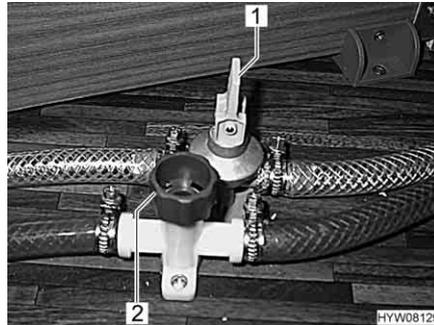

Fig. 127 Llaves de desagüe
- Cerrar todas las llaves de desagüe de la caldera. Para esto, poner el balancín (Fig. 127,1) en posición horizontal o bien girar la tapa (Fig. 127,2) en sentido de las agujas del reloj.
- Abrir todas las llaves de desagüe de la caldera. Para esto, poner el balancín (Fig. 127,1) en posición vertical o bien girar la tapa (Fig. 127,2) en sentido contrario a las agujas del reloj.